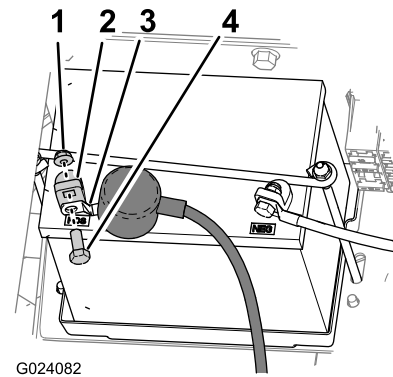

Figure 2
5. Soulevez le capuchon en caoutchouc et retirez le boulon et l'écrou qui fixent la cosse du câble positif de la batterie à la borne positive de la batterie. (Figure 2).